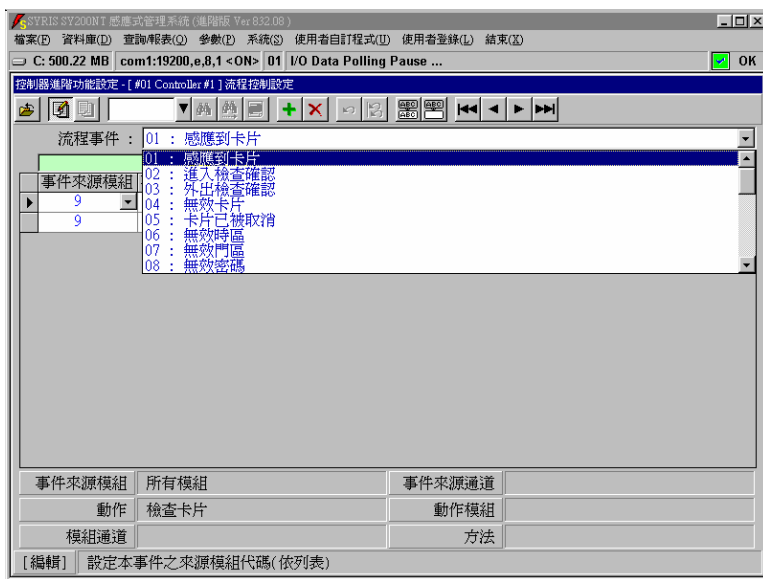

图 1-4 流程控制 – 流程事件选择
6. 点选”流程事件” ，选择欲规划之事件种类，如图 1-4 所示。